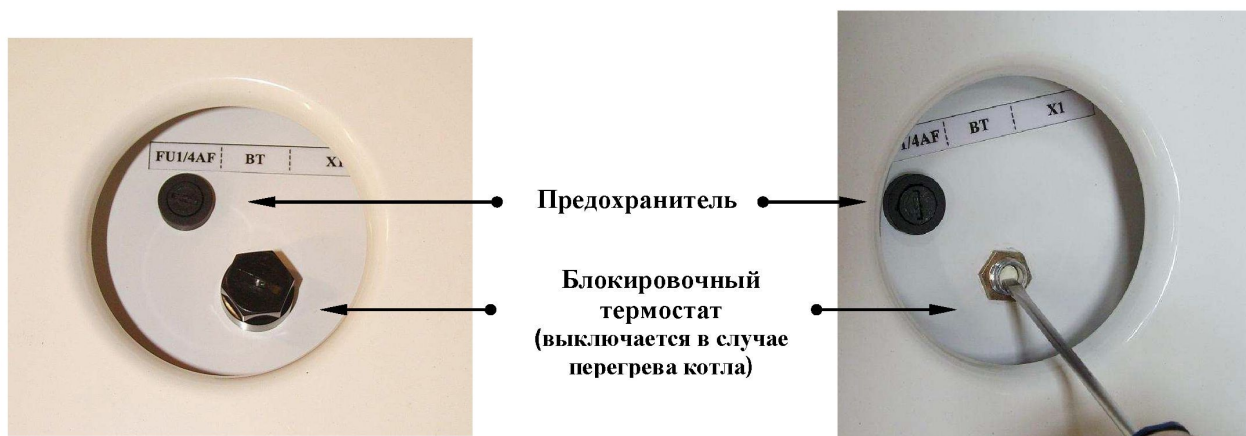

Рис. 13. Предохранитель цепи и блокировочный термостат
- Удалите воздух из насоса (см. Рис.13.), в противном случае существует вероятность увеличения рабочей температуры и шума насоса. Проверьте свободное вращение ротора насоса отверткой.
В случае перегрева котла, произойдет его отключение защитным ограничителем температуры (блокирующий термостат). Отключите котел от сети при помощи главного выключателя. На такое блокировку указывает изменение положения пакета главного переключателя и погасшие индикаторы на панели управления. После блокирования можно возобновить эксплуатацию только после устранения поломки, охлаждения воды в котле до примерно 70 °С, последующего ручного включения блокировочного термостата на верхней крышке электрошкафа (см. Рис. 13) и главного выключателя. В случае недостатка воды в системе (при недостаточном рабочем напоре) остановите эксплуатацию котла при помощи напорного выключателя. На такое состояние указывает центральный индикатор «Ошибка». После блокировки можно возобновить эксплуатацию котла только после компенсации утечек котловой воды в отопительную систему, чтобы достичь рабочего давления около 1 бара.